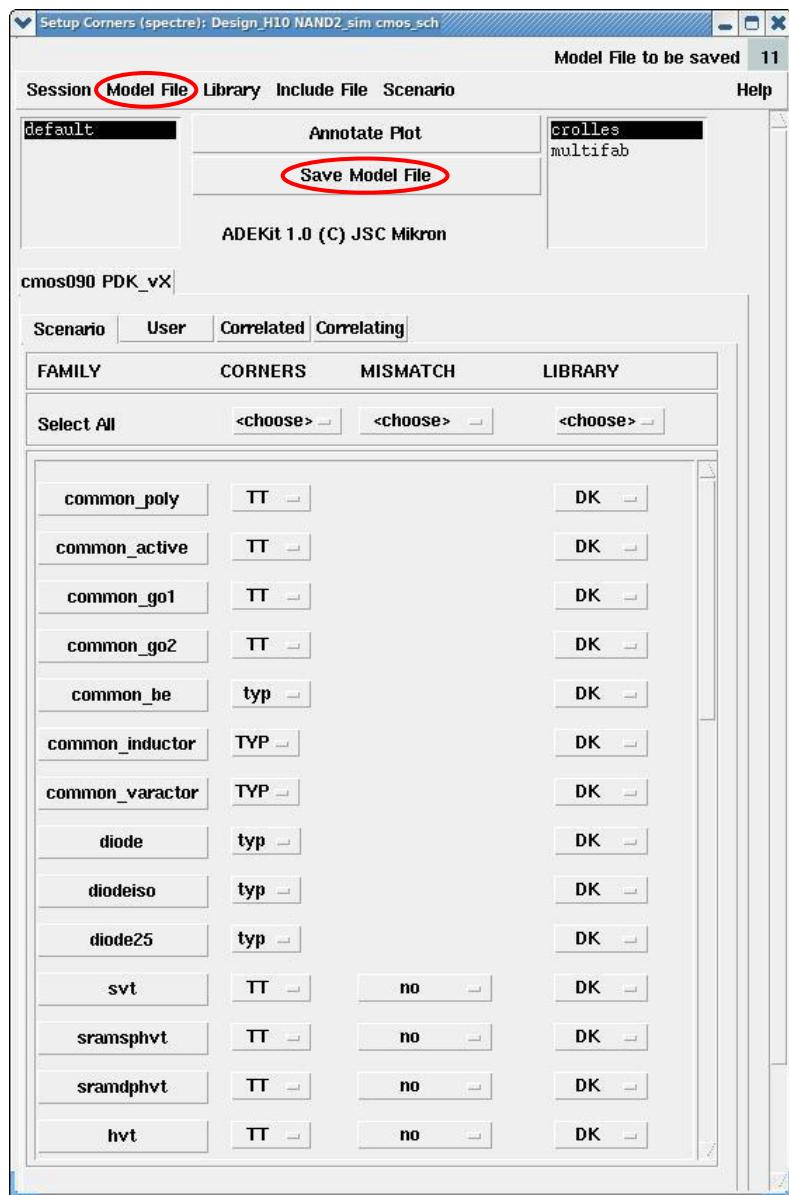

Рис. 5.2. Графическая форма “Setup Corners”.
- 2) В появившемся окне “Setup Corners” задать углы моделирования для каждого типа устройств (по умолчанию задан типовой или номинальный случай расчета), используя доступные графические элементы управления (рис. 5.2).
- 3) Сохранить выбранные углы моделирования, нажав кнопку “Save Model File” в верхней части окна, либо выбрав пункт меню *Model File->Save* (рис. 5.2).